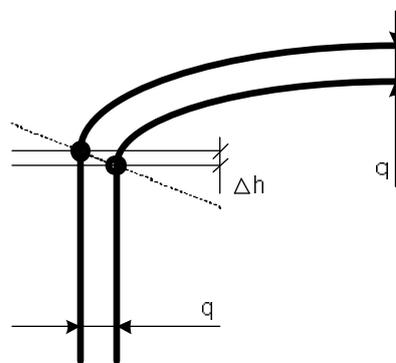

Рис. 18.
- определите габаритные размеры арочного изделия графическим способом (назначение габаритных размеров по формулам для полной арки не рекомендуется из-за некоторого смещения «пяты» арки изделия относительно «пяты» арки проема, см. рис. 18).